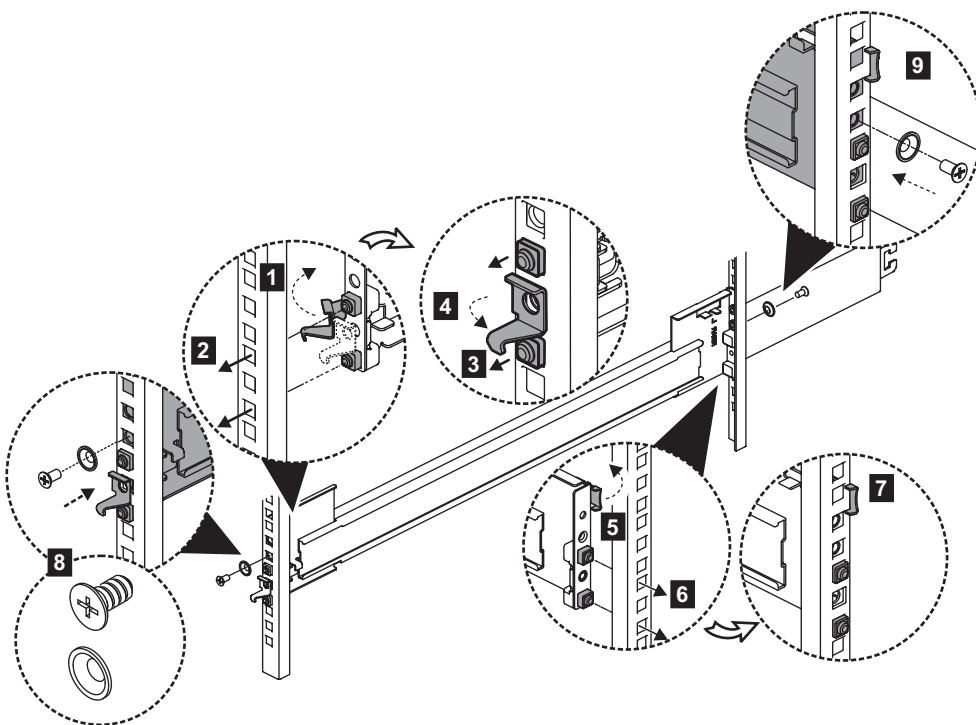

Figura 24. Instalar el conjunto de sujeción en el marco
7. Instale la sección exterior del riel en el marco posterior, tal como se muestra en Figura 24.